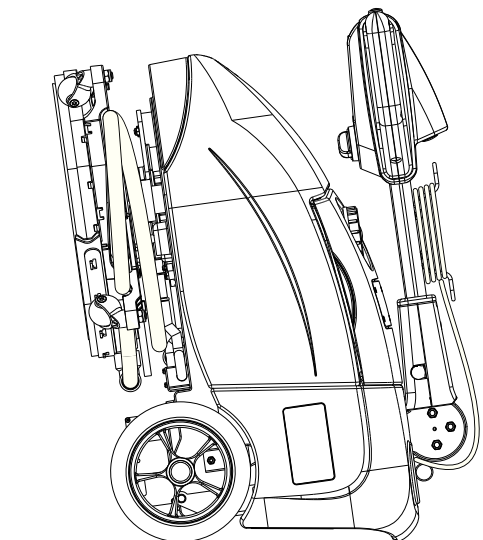

Figura 4
2. Deschideți capacul (4) și deconectați conectorul bateriei (7).
4. Pentru a proteja peria și lamele raclorului, rotiți bara de ghidare (1) înainte și parcați utilajul în modul indicat în figura 4.